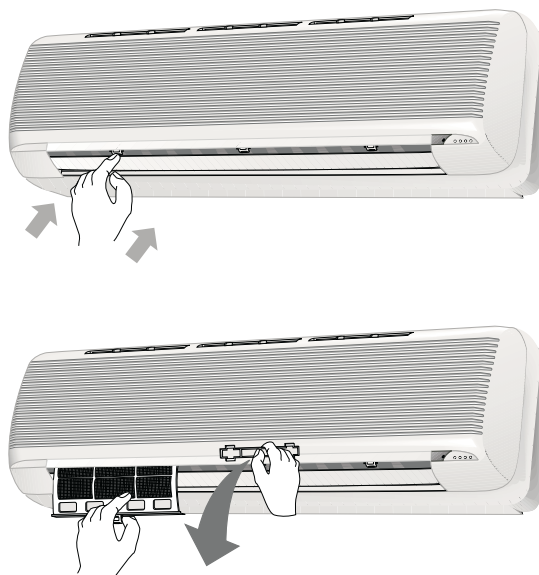

Figura 14 — Remoción de los filtros
2. Tire de los filtros hacia abajo para sacarlos. (Vea la figura 14.)